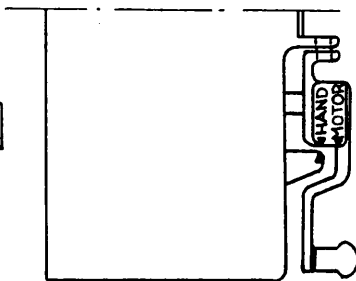

Fig 2
- 2.1 Öppna hänglåset för handveven och drag ut veven till läge "Hand" enligt fig 2 ovan.